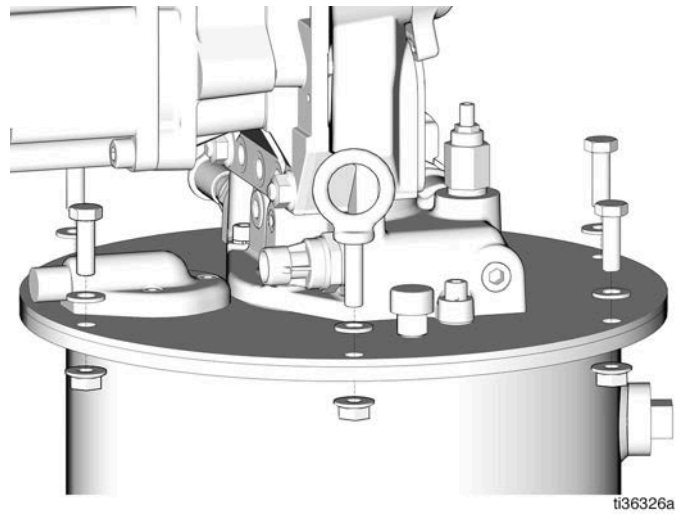

Fig. 11
3. Retire las tuercas, los pernos y el gancho de elevación de la parte superior del tanque y consérvelos (Fig. 11).